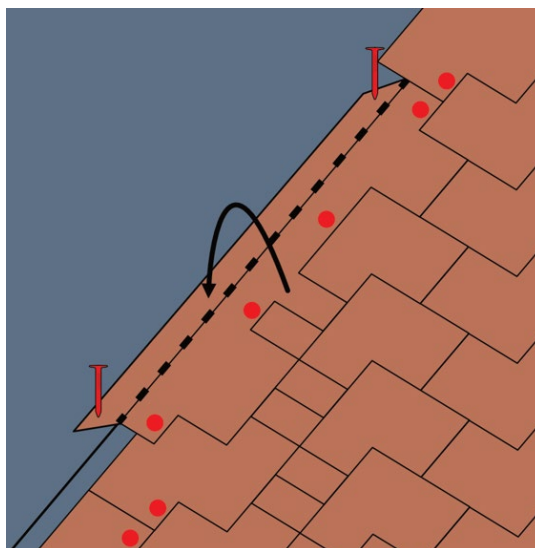

**Fig. 7 - Posa delle tegole**
- Applicare in corrispondenza della linea di gronda, sopra alla membrana/sottotegola, un cordolo di adesivo bituminoso Bitustick - Fig. 7;
- Procedere con la posa della prima fila di tegole: allineare il bordo laterale della prima tegola sulla verticale **y1** e il bordo superiore sull'orizzontale distante 14,3 cm da **x** - Fig. 7. Chiodare la tegola al sottofondo posizionando 4 chiodi per tegola, come da Fig. 8 a). Nel caso di pendenze di falda tra 60°- 85°, posizionare 2 chiodi aggiuntivi vicino al secondo e al terzo chiodo, per un totale di 6 chiodi per tegola, come da Fig. 8 b). Procedere con la posa di tutte le tegole della fila.
- Procedere con la posa della seconda fila di tegole partendo dalla retta verticale  $y_2$  e allineando il bordo superiore della tegola alla retta orizzontale distante 28,6 cm da  $x$  - Fig. 7.